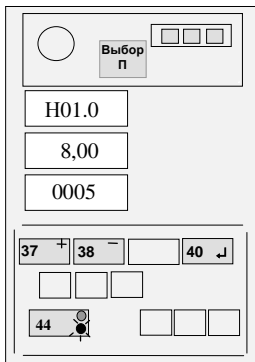

Рисунок 11
4.4.5.2. Нажимая кнопку 44, набрать на верхнем ИЖЦ код “Н01.0” (см. рисунок 11).